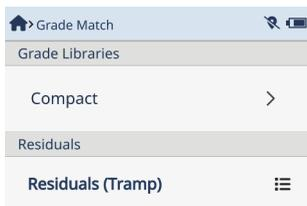

图 2-67 牌号匹配屏幕上的牌号库区域
通过**Grade Match**（牌号匹配）图标进入到屏幕的**Libraries**（库）区域，可以选择、加载或编辑一个或多个牌号库（参见第80页的图 2-67）。
1. 点击**Libraries**（库）区域中的列表按钮（）（参见第80页的图 2-67）。